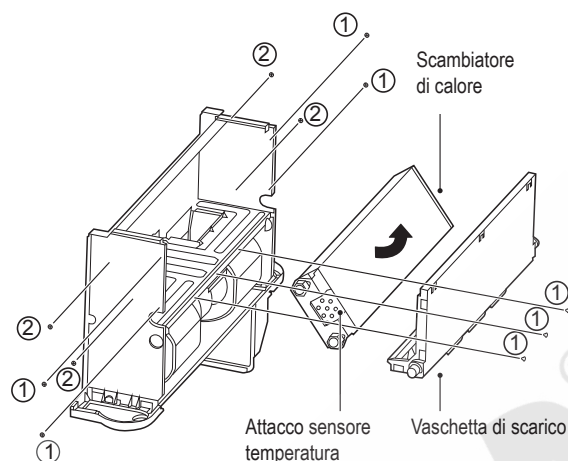
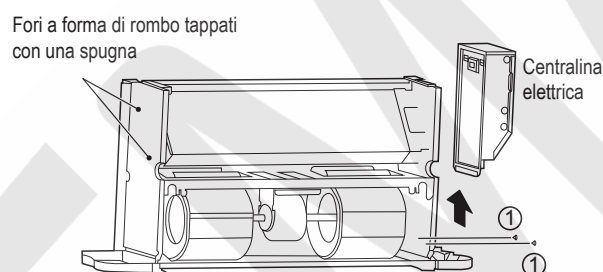

Figura 5-18
Figura 5-19 Rimozione della centralina elettrica e blocco dei fori a forma di rombo
Come mostrato in Figura 5-18, rimuovere le viti ① *7 per estrarre la vaschetta di scarico.
Ruotare la serpentina nella direzione indicata in Figura 5-18. Come mostrato in Figura 5-19, rimuovere le viti ① *2 per estrarre la centralina elettrica.
Come mostrato in Figura 5-19, tappare i fori a forma di rombo sulla piastra laterale (la piastra senza tubi di ingresso e uscita) con una spugna.